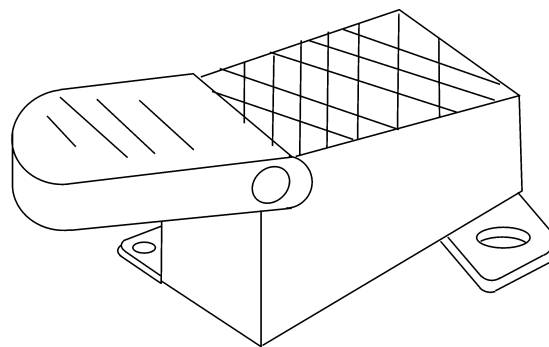

Figure 9. Pédale de commande de vitesse des lames
1. La pédale (Figure 9) commande uniquement la vitesse des lames et le régime moteur. La position de la pédale détermine la vitesse des lames. Pour une vitesse de lames basse, appuyez légèrement sur la pédale. Pour une vitesse de lames maximale, appuyez à fond sur la pédale.